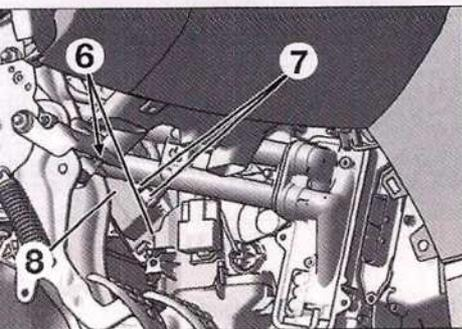

FIG. 17
Desmontar los conectores (7) (Fig.17), y desmontar los tornillos (6).